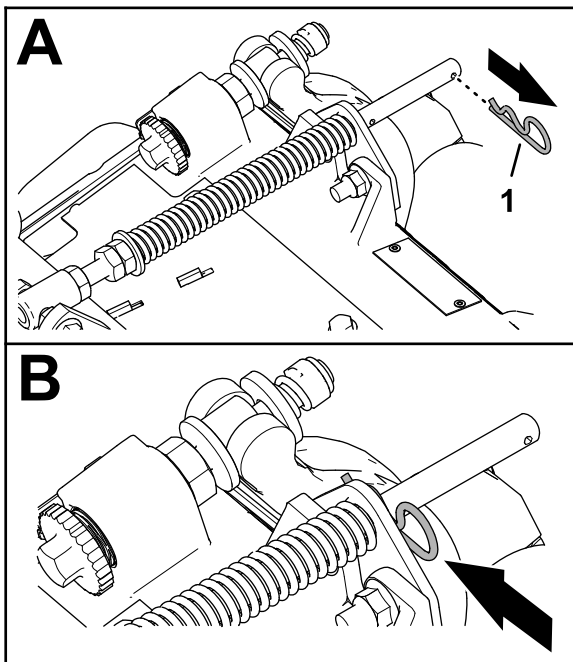

Figure 16
1. Si la goupille fendue est placée dans le trou arrière de la tige du ressort de compensation, retirez-la et insérez-la dans le trou près du support (Figure 16).